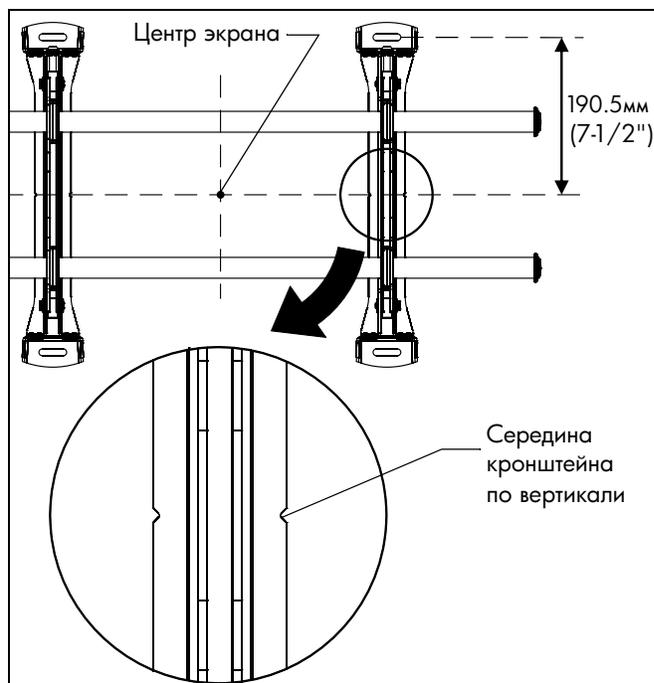

рис. 1
3. Совместите прорези на креплении с отметкой середины экрана, чтобы определить середину по вертикали. (См. рис. 1)
2. Совместите прорезы на креплении с отметкой середины экрана, чтобы определить середину по вертикали. (См. рис. 1)
3. Отмерьте 190,5мм ($7-1/2''$) вверх от средней линии и отметьте место верхнего монтажного отверстия. (См. рис. 1)